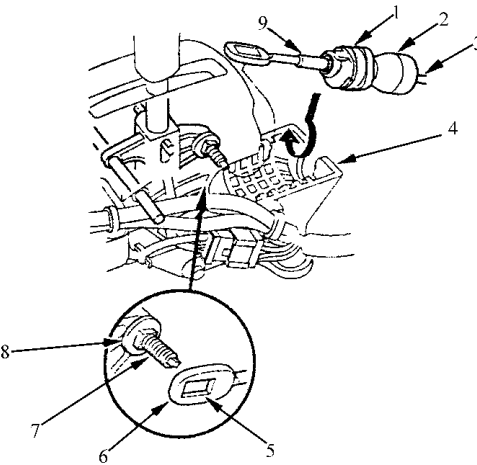

图 5-65 安装换档拉线
7) 如图 5-65 所示, 将换档拉线上的卡口式固定架对准托架底座上的狭槽, 然后将固定架滑入底座。将换档拉线上的方孔对准安装柱螺柱底部的方形接头, 穿过螺柱, 安装换档拉线的端部。将固定架转动四分之一圈, 使其紧固换档拉线。不要通过扭曲换档拉线导管和减振器来安装换档拉线。